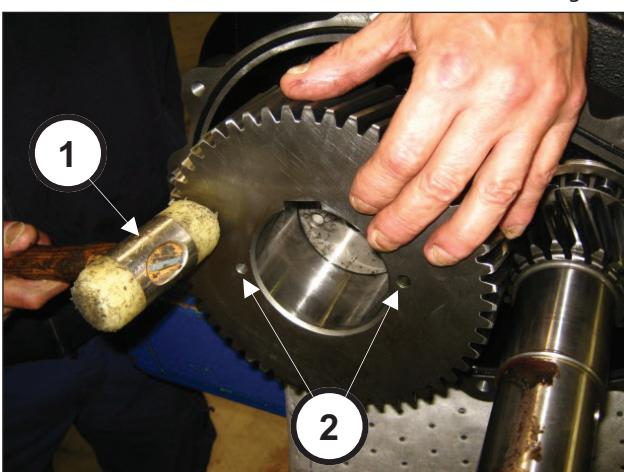

Fig. 67
Inserire la corona sull'albero (pos. ①, Fig. 66) e portare a battuta mediante l'utilizzo di una massa battente (pos. ②, Fig. 67).
La corona deve essere montata assicurandosi che i due fori M8 (da utilizzarsi per l'estrazione) risultino rivolti verso l'esterno della pompa (pos. ②, Fig. 67).